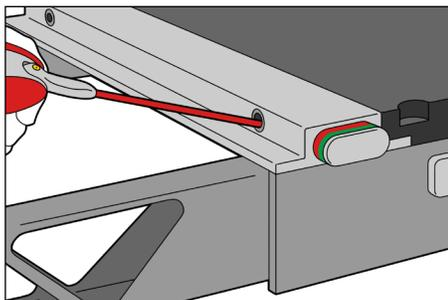

図 4
4. 受入れ孔に潤滑剤をスプレーします。(図 4)
6. 受入れ孔に再度潤滑剤をスプレーします。(図 4)